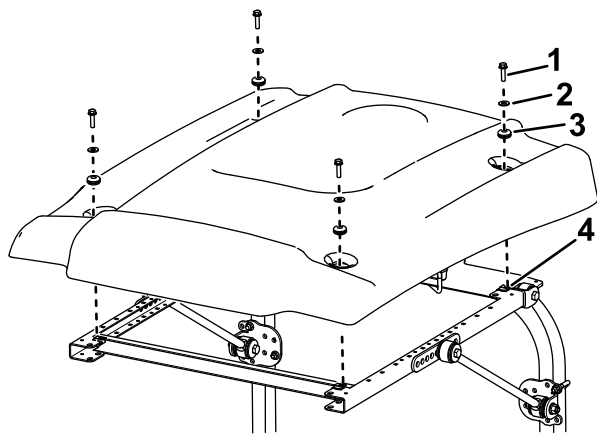

Figura 35
15. Ao alinhar os furos de montagem, posicione o toldo na estrutura como se mostra na Figura 35.
16. Monte, sem apertar completamente, cada canto do toldo na estrutura com um parafuso de cabeça flangeada (5/16 x 1 pol.), uma anilha pequena e um olhal (Figura 35).